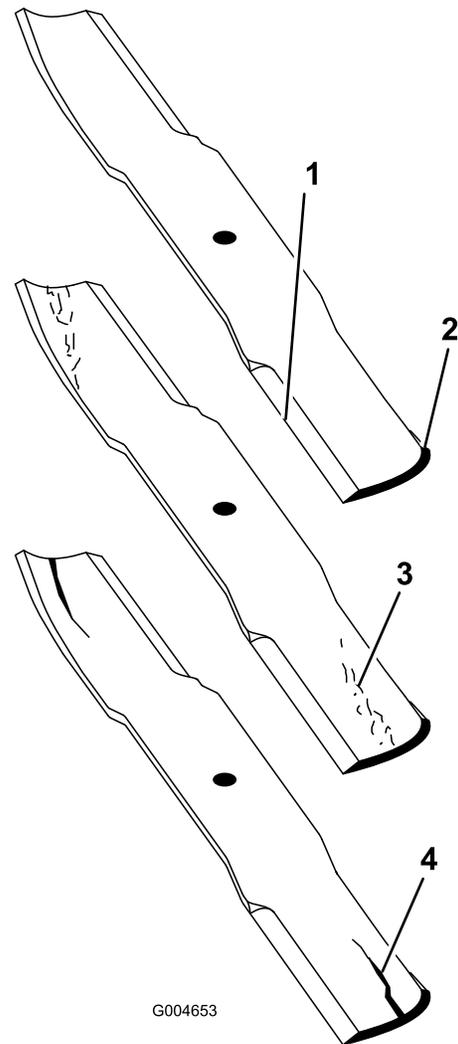

図 77
2. ブレードの切っ先を注意深く観察、特に、直線部と曲線部が交わる部分をよく観察する 図 77。
注 この、直線部と曲線部の交差域は、砂などによる磨耗が進みやすい部分なので、機械を使用する前によく点検することが必要である。磨耗が進んでいる場合 図 77には、ブレードを交換する。
3. すべてのブレードの刃先を点検し、刃先が丸くなっていたり打ち傷がある場合には研磨する 図 77。